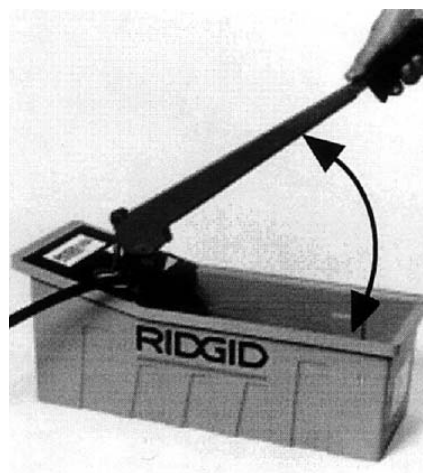

Fig. 2
3. Закачать жидкость в систему, чтобы полностью заполнить ее (рис. 2). (Для заполнения системы использовать длинный рабочий ход рукоятки насоса).